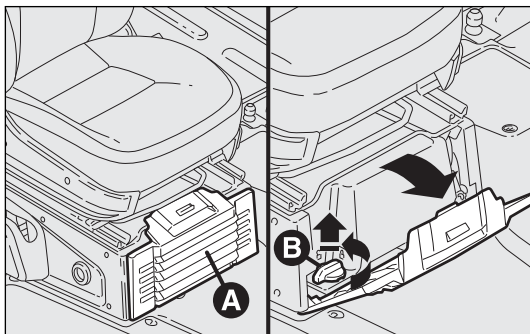
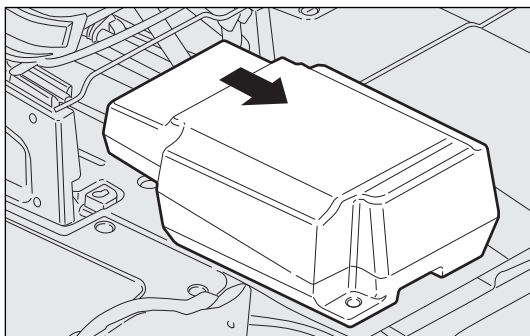

fig. 217
fig. 218
- abrir la tapa A y sacarla tal como muestra la fig. 217;
- girar hacia la izquierda el pomo de bloqueo B y sacarlo fig. 217 para poder sacar la caja fig. 218;